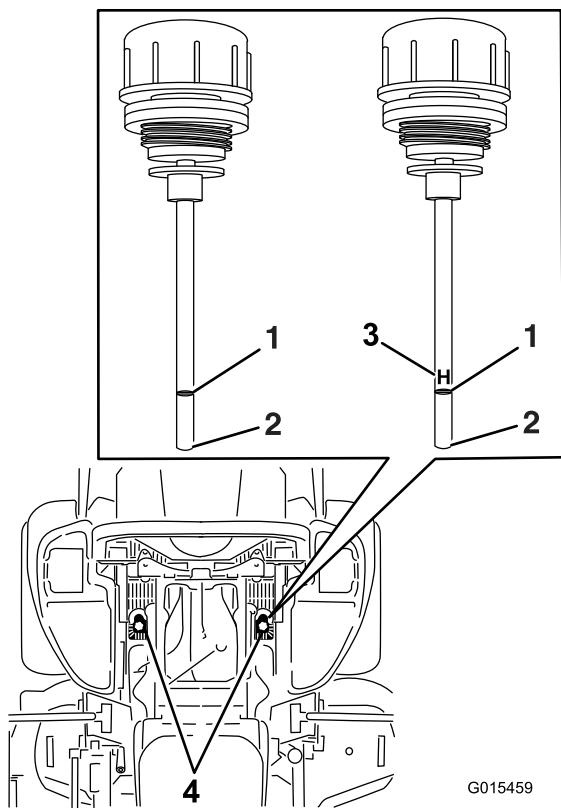

Figure 86
6. Nettoyez la surface autour des jauge des réservoirs du système hydraulique (Figure 86).
7. Sortez la jauge du réservoir hydraulique (Figure 86).
9. Ressortez la jauge et examinez l'extrémité (Figure 86). Si le niveau d'huile est au repère minimum, versez lentement la quantité d'huile qui convient dans le réservoir hydraulique pour faire monter le niveau jusqu'au repère maximum(H).